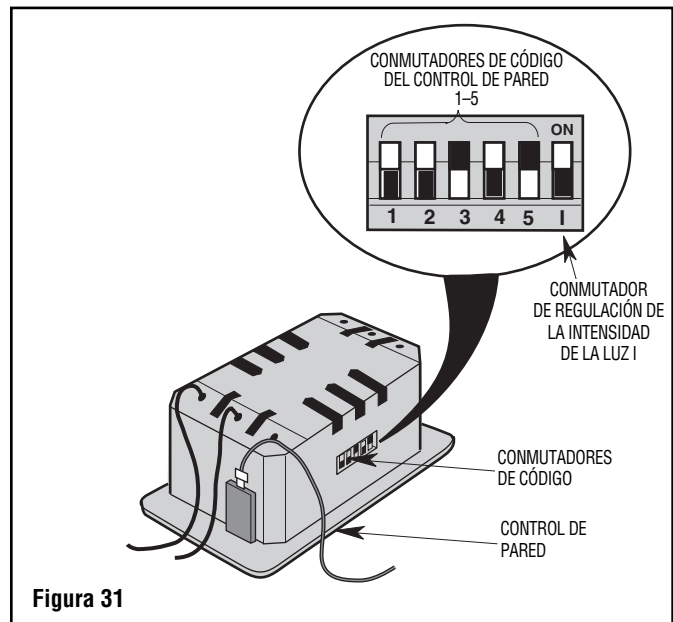

Figura 31
El control de pared tiene conmutadores de código que se deben ajustar en una de las 32 combinaciones posibles de códigos (Figura 31). Las cinco palancas (numeradas 1, 2, 3, 4 y 5) ubicadas en los conmutadores están ajustadas de fábrica en la posición de encendido (ON) (hacia arriba). Cambie los ajustes de los conmutadores de la siguiente manera: